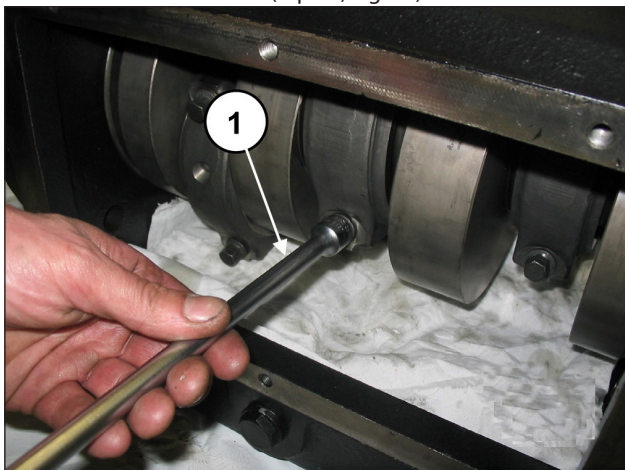

Fig. 23
Dévisser les vis de la bielle (rep. ①, Fig. 23).